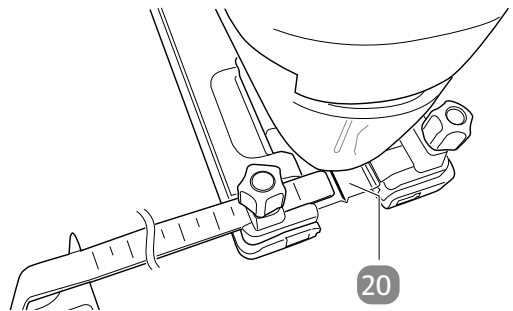

Abb. 1
3. Stellen Sie den Abstand ein, indem Sie die gewünschte Zentimeteranzahl auf dem Seitenanschlag über der roten Linie **20** ausrichten (siehe **Abb. 1**).
- Zeichnen Sie zunächst eine gewünschte Linie auf dem Werkstück ein, nach der Sie sich richten können. Mithilfe der roten Linie zwischen den Feststellschrauben (siehe **Abb. 1**, Seite 19), können Sie das Produkt entlang Ihrer eingezeichneten Linie führen, um das Werkstück präzise zu sägen.